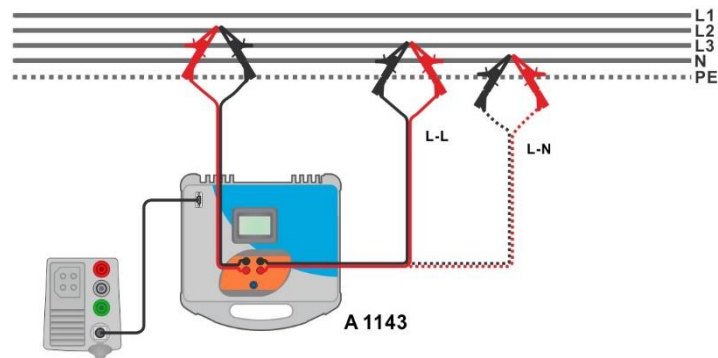

Figura 7.59: Medición de impedancia de línea de alta precisión de fase-fase o fase-neutro – conexión de A 1143
- ▶ Conecte las puntas de prueba al objeto a prueba, vea la **Figura 7.59**.